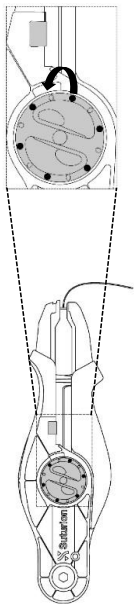

Figura 3
2. Gire a roda de ajuste uma marca no sentido contrário ao dos ponteiros do relógio (consulte a Figura 3).